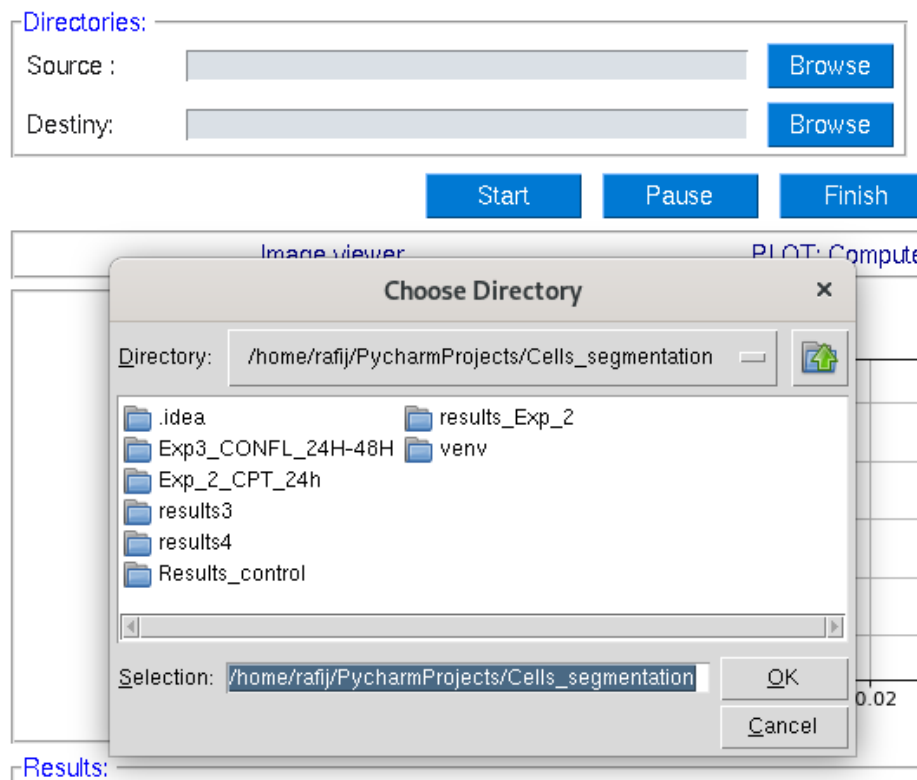

Fig. 5: Directorios origen y destino.
1. En la Fig. 5 se muestra la sección que permite identificar los directorios de origen y destino. Para ello se debe pulsar el botón BROWSE y se abrirá la ventana de diálogo que permite navegar dentro de los directorios del computador.